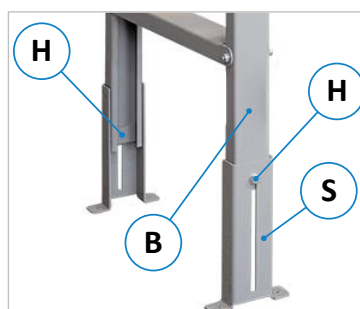

Abbildung 17: Tischbeine montieren
- Montieren Sie nun die beiden Rollentische an die vordere und hintere Maschinenseite (Vorgehensweise siehe Abschnitt ⇒ 8.7.2) und stellen Sie die Höhe an den Tischfüßen über die vier Schrauben (H) bündig zur Maschinentischplatte ein (siehe ⇒ Abbildung 17).